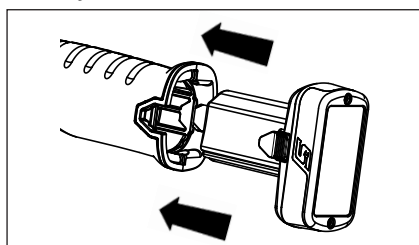

Figure 3: Insertion du bloc-batterie
1. Insérer une batterie CTB complètement chargée dans la base de l'outil, comme illustré à la figure 3.